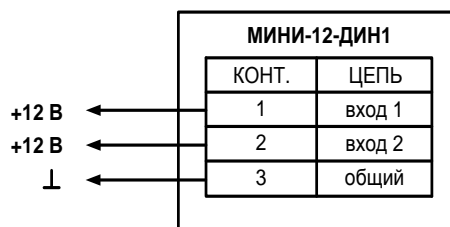

Рис. 1. Схема подключения
- 3.2. Подключение изделия должно выполняться в соответствии со схемой (рис. 1).